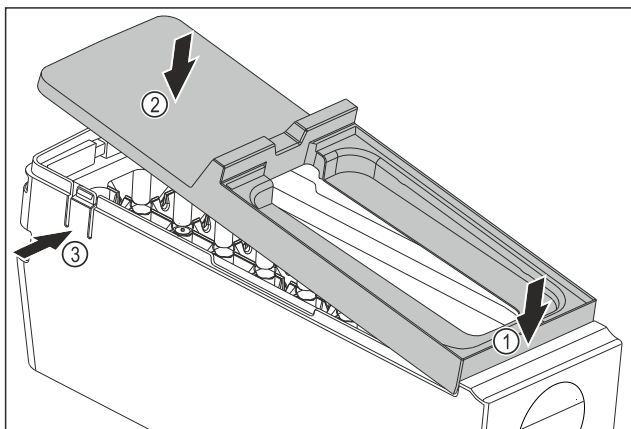

Fig. 133
- ▶ Монтаж на капака на корпуса на EasyTwist-Ice: Поставете капака отпред. Fig. 133 (1)
- ▶ Спуснете капака отзад. Fig. 133 (2)
- ▷ Капакът се фиксира с щракване в двете езичета Fig. 133 (3).